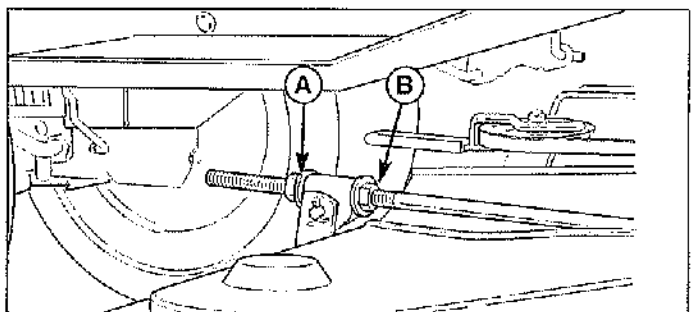

Figure 59. Mise à niveau longitudinale de la tondeuse
8. Pour relever l'avant de la tondeuse, desserrer l'écrou avant (B) et serrer l'écrou arrière (A, figure 59) contre le support. Pour abaisser l'avant de la tondeuse, desserrer l'écrou arrière (A) afin de déplacer le support vers l'arrière pour allonger la tige.
9. Vérifier à nouveau la mesure avant de serrer l'écrou avant (B) contre le support.